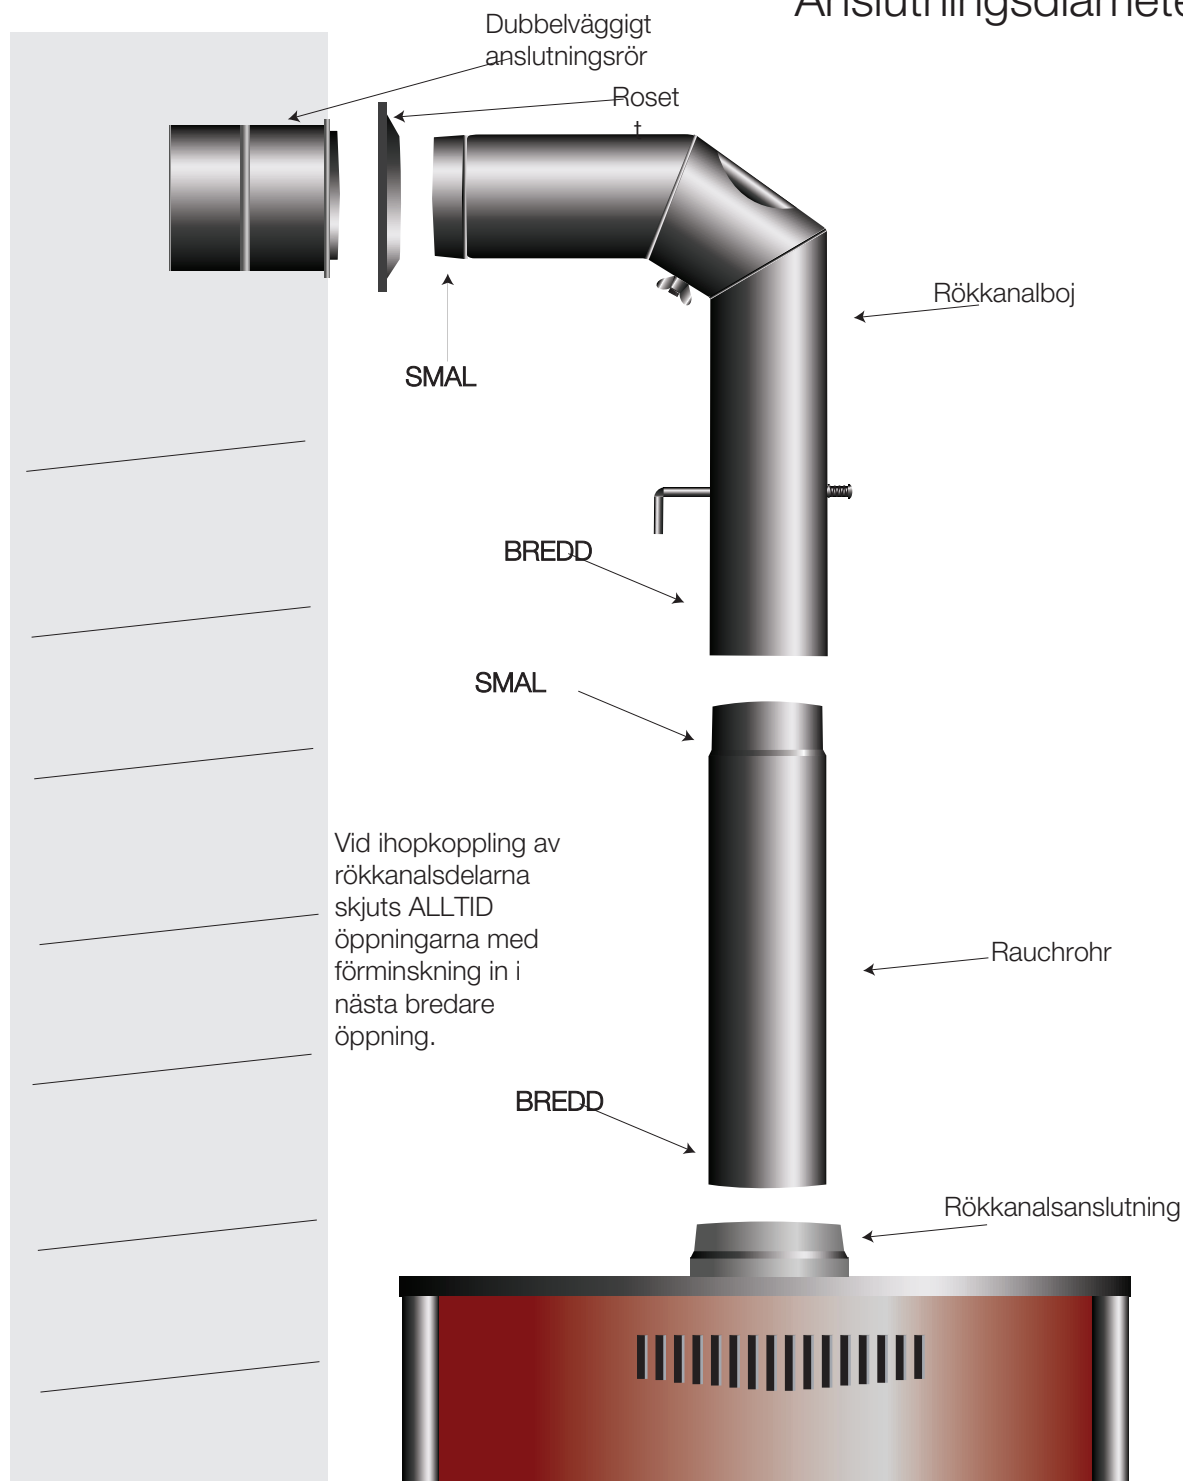

Bild 1: Anslutning av kaminspisen till skorstenen
2. Bild 1 Anslutning av kaminen till skorstenen	Sida 5